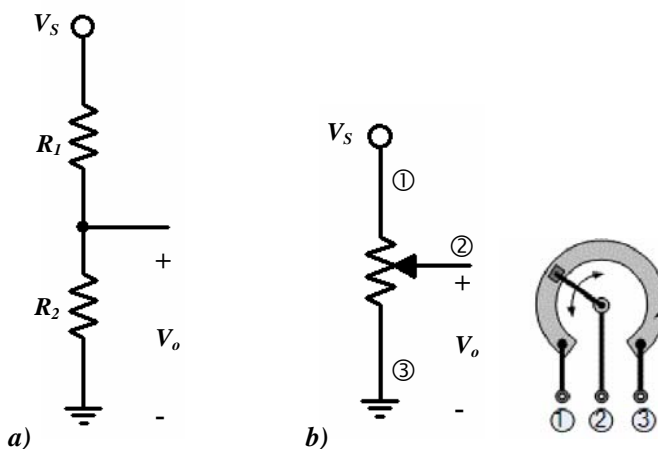

Fig. 3.3
A fig. 3.3-a) ilustra um dos circuitos mais simples mas também mais ubíquos em electrónica: o divisor de tensão. É usado sobretudo quando, a partir duma tensão de alimentação  $V_S$ , precisamos de obter uma tensão diferente,  $V_o$  (mais baixa). Se usarmos mais do que duas resistências podemos obter mais tensões a partir da tensão  $V_S$ . Com uma resistência variável (um potenciómetro – fig. 3.3-b) podemos gerar qualquer valor de tensão entre  $0V$  e o valor de  $V_S$ .
a) Considerando o circuito da fig. 3.3-a) com  $V_S = 15V$  e  $R_1 = 3.3k\Omega$ , calcule  $R_2$  para que o valor de  $V_o$  seja o mais próximo possível de  $8.8V$ . Depois, monte o circuito e verifique o resultado obtido.